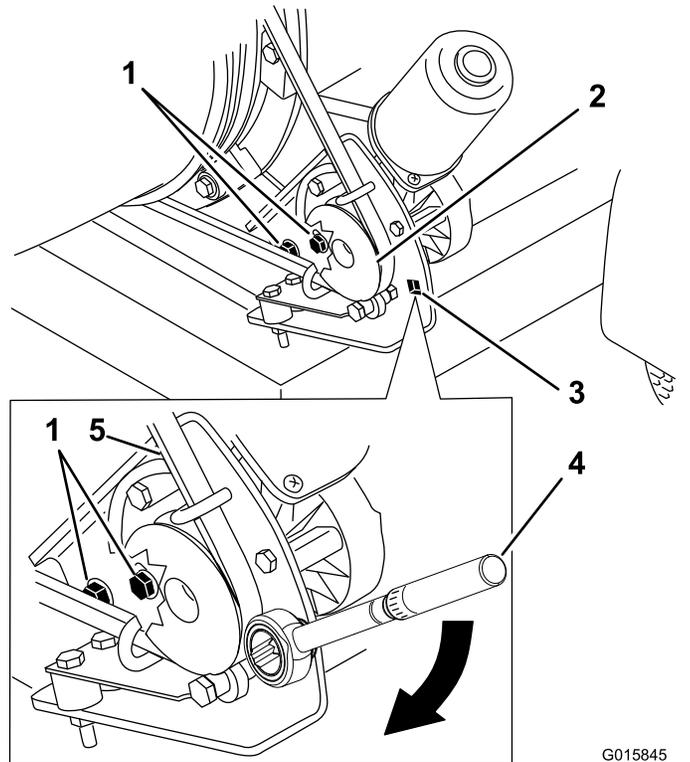

图 28
1. 拧开将皮带轮安装支架固定到吹风机机架上的螺栓 图 28。
2. 将扭矩扳手放入皮带轮安装支架 图 28。
3. 将皮带轮安装支架转离出风管直至扭矩扳手读数为 22.626.0N·m 图 28。